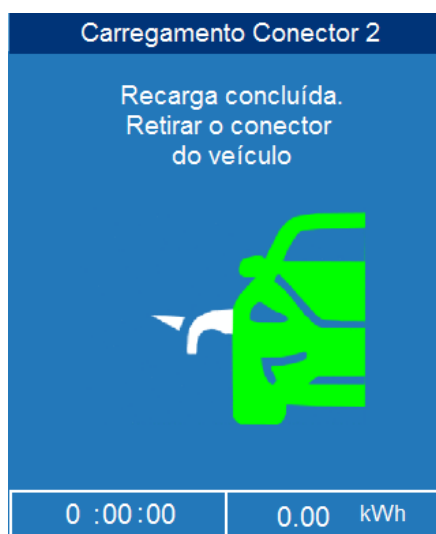

Figura 5.6: IHM - Carga Concluída
- **Recarga completa:** após a recarga completa da bateria, a estação manterá o conector travado até a interrupção recarga pelo veículo. A estação indicará em sua sinalização luminosa em **AMARELO**, que a recarga está completa e é necessária a intervenção do usuário. No display da estação será apresentada a indicação conforme figura 5.6 (para modelos com IHM).